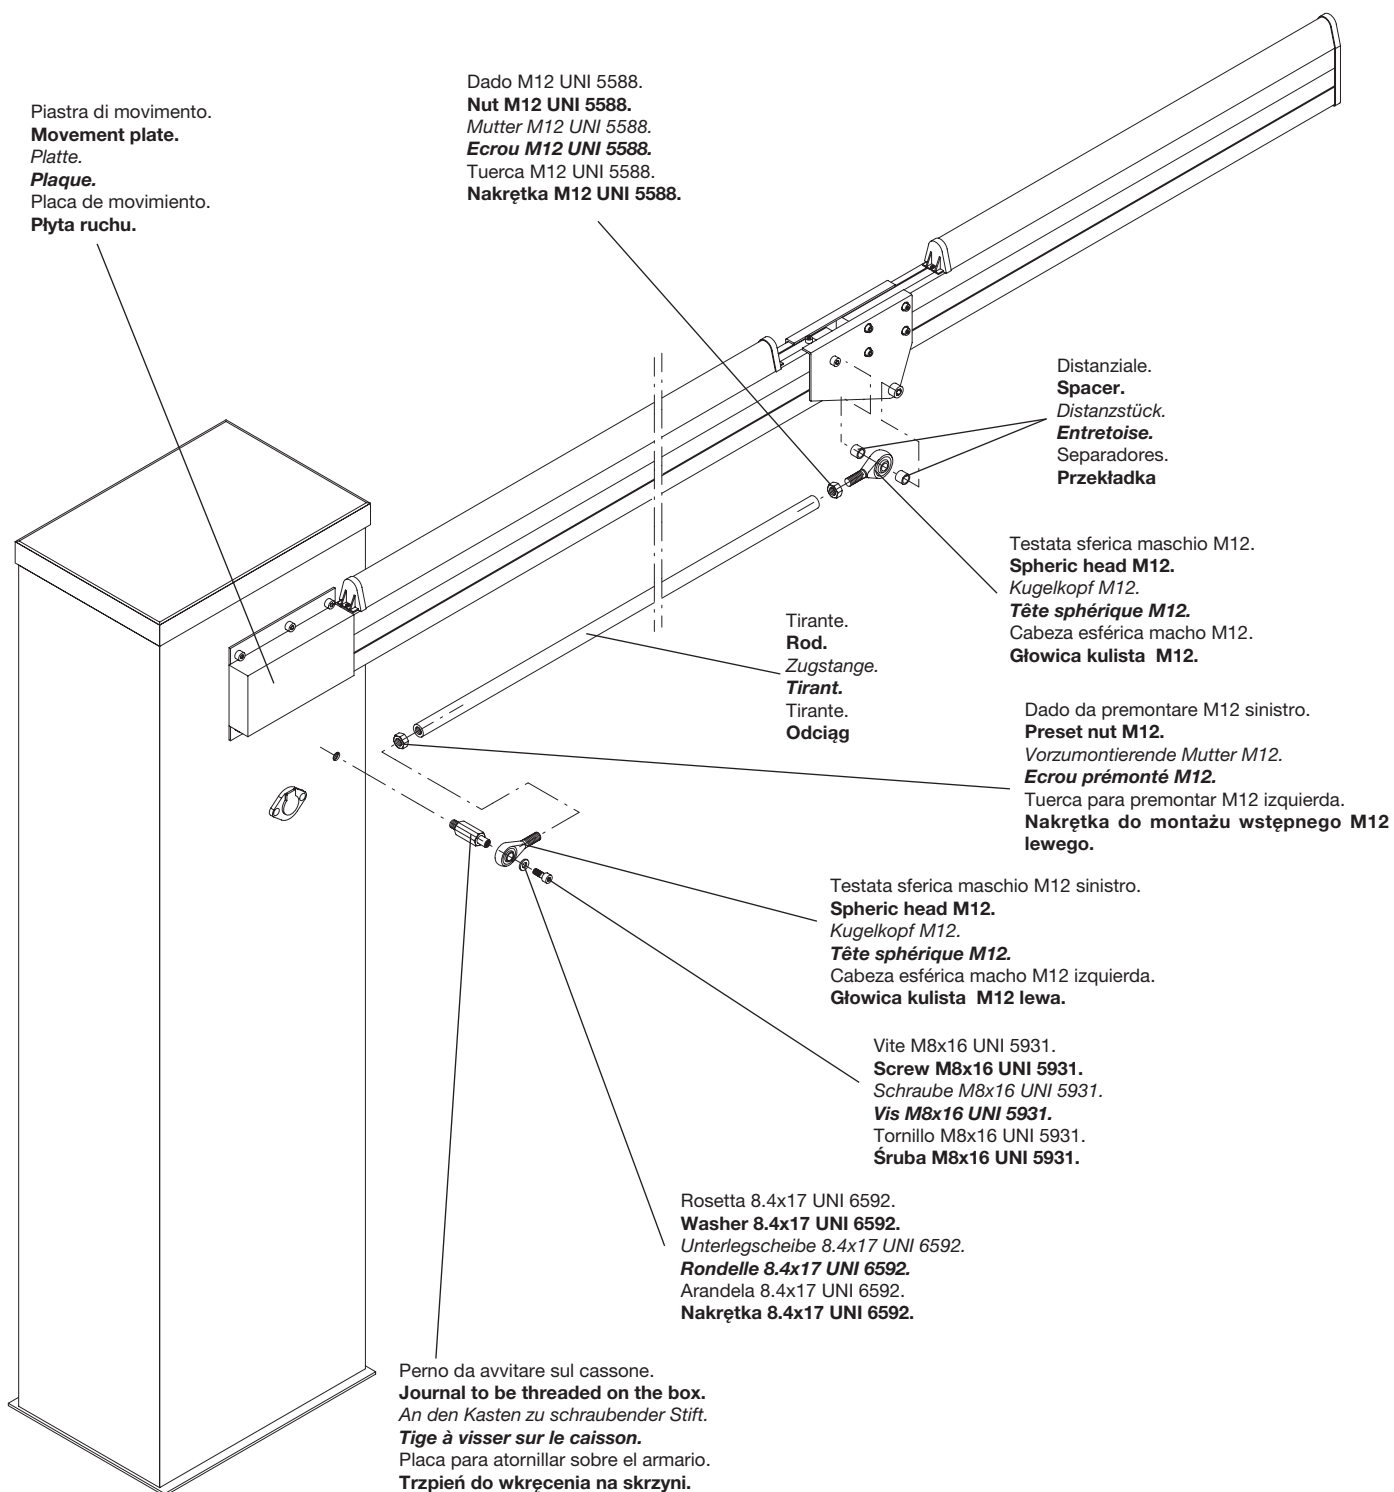

Fig.3
- Montare le testate sferiche sul tirante (dopo avervi premontato i dadi) fig. 3.
- Avvitare il perno filettato sul cassone (fig. 3), inserirvi la testata sferica e serrare la vite.
- Fissare il profilo L1 alla piastra di movimento (fig. 3).
- Fissare il tirante, interponendo i distanziali, tra le due piastre con la vite M12 (fig. 3).
- Fit the spheric round heads on the stay bolt (after presetting the nuts) fig. 3.
- Screw the threaded journal on the box (fig. 3), insert the spheric head and tighten the screw.
- Fix the profile L1 to the movement plate (fig. 3).
- Fix the stay bolt (placing the spacers between), between the plates, through the screw M12 (fig. 3).
- Kugelköpfe an der Zugstange anbringen, nachdem dort die Muttern vormontiert worden sind (Bild 3).
- Gewindestift an den Kasten schrauben (Bild 3), Kugelkopf einfügen und Schraube anziehen.
- Profil L1 an der Bewegungsplatte befestigen (Bild 3).
- Zugstange befestigen und Distanzstücke zwischen beiden Platten mit Schraube M12 befestigen (Bild 3).
- Stift Ø 12 im Halter mit den beiden Schrauben M8 befestigen (Bild 3).
- Monter les têtes sphériques sur le tirant (après que vous ayez préalablement monté les écrous) Fig. 3.
- Visser la tige filetée sur le caisson (Fig. 3), puis insérer la tête sphérique et serrer la vis.
- Fixer le profil L1 à la plaque de mouvement (Fig. 3).
- Fixer le tirant, en interposant les entretoises entre les deux plaques avec la vis M12 (fig. 3).
- Montar las cabezas esféricas sobre el tirante (después de haber montado las tuercas) fig. 3.
- Atornillar el perno roscado sobre el armario (fig. 3), insertarle la cabeza esférica y apretar el tornillo.
- Fijar el perfil L1 a la placa de movimiento (fig. 3).
- Fijar el tirante, interponiendo los separadores entre las placas con el tornillo M12 (fig. 3).